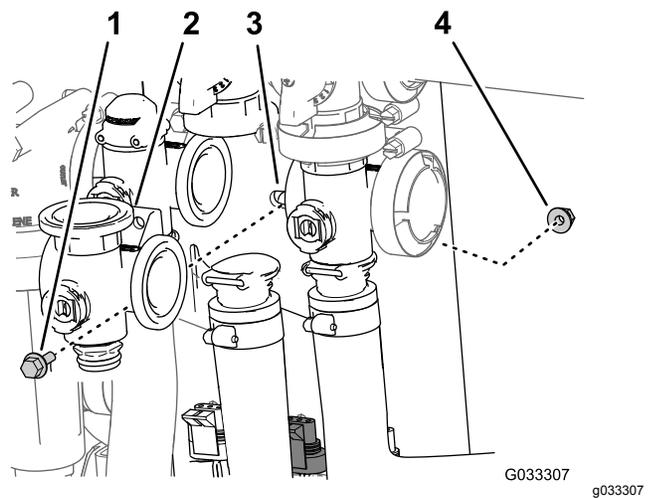

Figura 65
- Retire o parafuso de cabeça flangeada e a porca flangeada que prendem a válvula de agitação à montagem da válvula e retire o coletor da válvula da máquina (Figura 65).